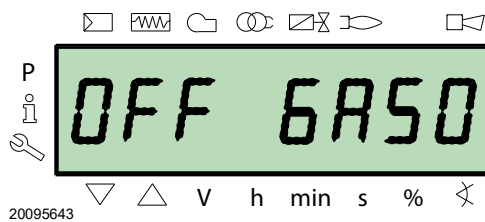
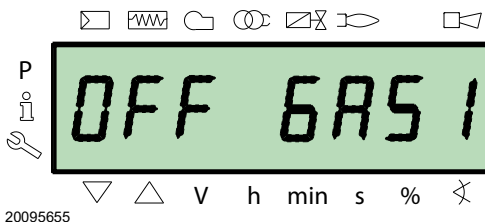
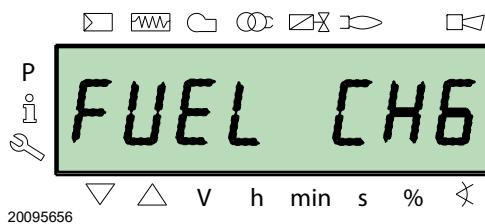

Рис. 32
Рис. 33
Рис. 34
- 2 при помощи дистанционного селекторного переключателя, подключенного к главному клеммнику. Установка селекторного переключателя 27)(Рис. 5) в положение **EXT** активирует функцию дистанционного выбора топлива. В этом положении, в отсутствие дистанционного селекторного переключателя, на дисплее отображается приоритетное топливо, но запуск не происходит. При переходе от одного топлива к другому отображается: FUEL CHG Рис. 34. На дисплее отображается в режиме работы на: газе OFF GAS1 Рис. 33; дизельном топливе OFF GAS0 Рис. 32.